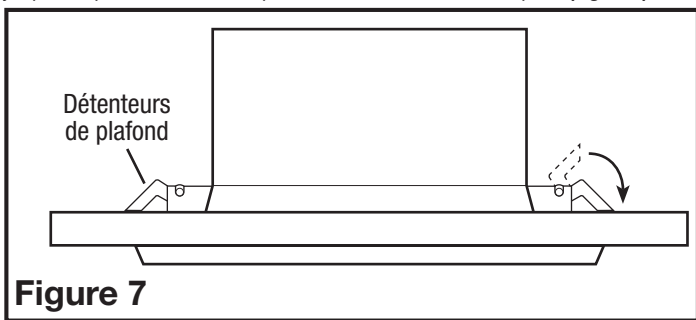

Figure 7
- Kits d'alignement de 6 po :** Une fois que la canalisation a été reliée à l'ensemble d'aspiration de la pièce, appuyez sur le grill vers le haut dans le trou préalablement coupé jusqu'à ce que les détenteurs de plafond à ressort enclenchent en place (Figure 7).